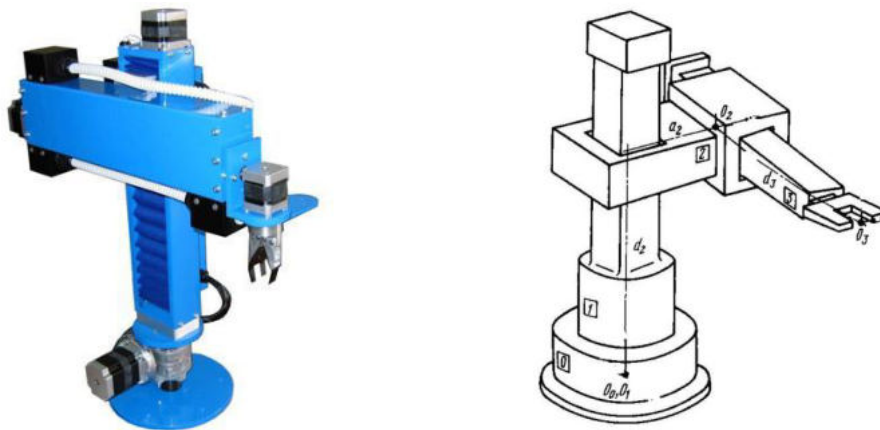

Рис. 3
3. Для промышленного робота - манипулятора, изображенного на рис. 3 построить системы координат звеньев манипулятора в соответствии с алгоритмом Денавита-Хартенберга (при построении системы координат указать положение начала систем координат звеньев и направления осей). Записать матрицы преобразований и матрицу перехода. Решить прямую позиционную задачу (определить положение точки O_3 в системе координат связанной с основанием манипулятора). Определить ориентацию осей связанной